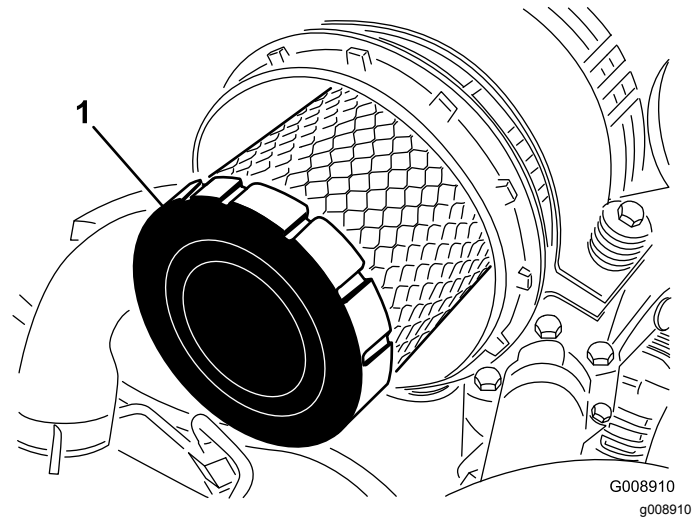

Figura 62
4. Retire e substitua o filtro primário (Figura 62).